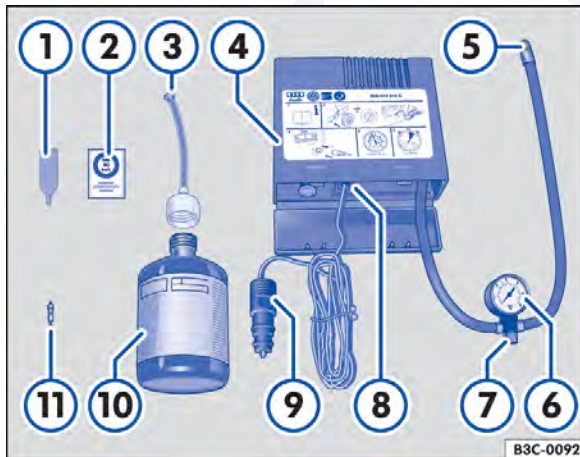

Fig. 163 Representação esquemática: componentes do kit de reparo dos pneus.
O kit de reparo dos pneus é composto pelos seguintes componentes ⇒ Fig. 163:
12. Colar a etiqueta adesiva \Rightarrow Fig. 163  do kit de reparo dos pneus no painel de instrumentos, no campo de visão do condutor.
- Com a chave para remoção do elemento da válvula \Rightarrow Fig. 163 , desrosquear o elemento da válvula do pneu e colocá-lo sobre uma superfície limpa.
- Agitar a garrafa para enchimento dos pneus \Rightarrow Fig. 163  algumas vezes com força.
- Rosquear a mangueira de enchimento \Rightarrow Fig. 163  com firmeza no sentido horário sobre a garrafa para enchimento dos pneus. A película na tampa é perfurada automaticamente.
- Remover o bujão da mangueira de enchimento \Rightarrow Fig. 163  e introduzir a extremidade aberta totalmente na válvula do pneu.
- Rosquear novamente o elemento da válvula com a chave para remoção do elemento da válvula \Rightarrow Fig. 163  na válvula do pneu.
- Rosquear a mangueira de enchimento dos pneus ⇒ Fig. 163 ⑤ do compressor de ar com firmeza na válvula do pneu.
- Verificar se o parafuso de sangria de ar ⇒ Fig. 163 ⑦ está fechado.
- Encaixar o conector do cabo ⇒ Fig. 163 ⑨ em uma tomada 12 V do veículo ⇒ Página 149.
- Ligar o compressor de ar com o interruptor LIGA-DESLIGA ⇒ Fig. 163 ⑧.
Reconectar a mangueira de enchimento dos pneus ⇒ Fig. 163 ⑤ e ler a pressão dos pneus no indicador da pressão dos pneus ⑥.